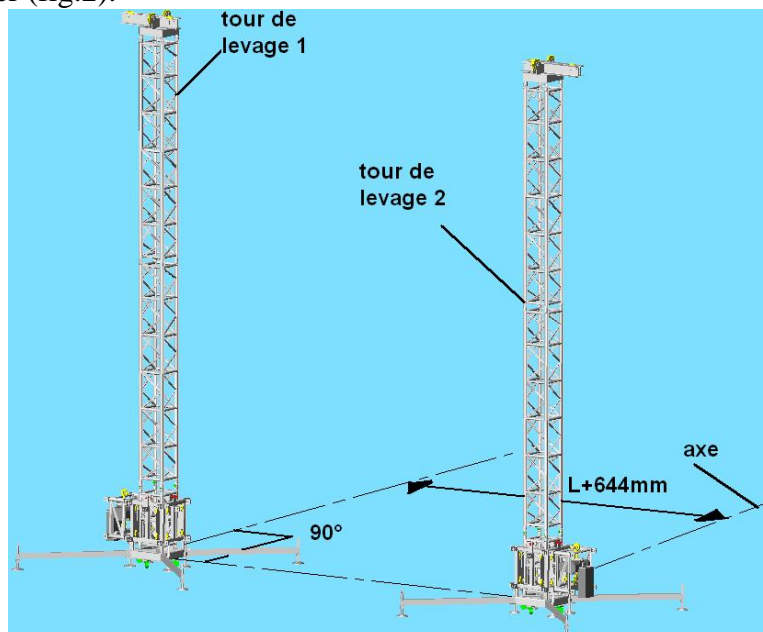

fig.2
- b) Positionner la deuxième tour sur un des axes à L +644mm de la tour 1, L étant la longueur d'un linéaire choisi, puis retracer au sol un axe perpendiculaire à ce dernier (fig.2).